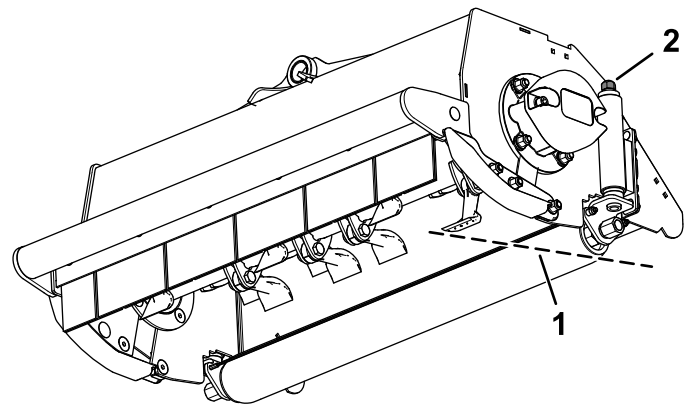

Figura 27
1. Girate il gruppo dado di regolazione su entrambe le estremità in senso orario per diminuire l'altezza di taglio, o in senso antiorario per aumentare l'altezza di taglio (Figura 27).